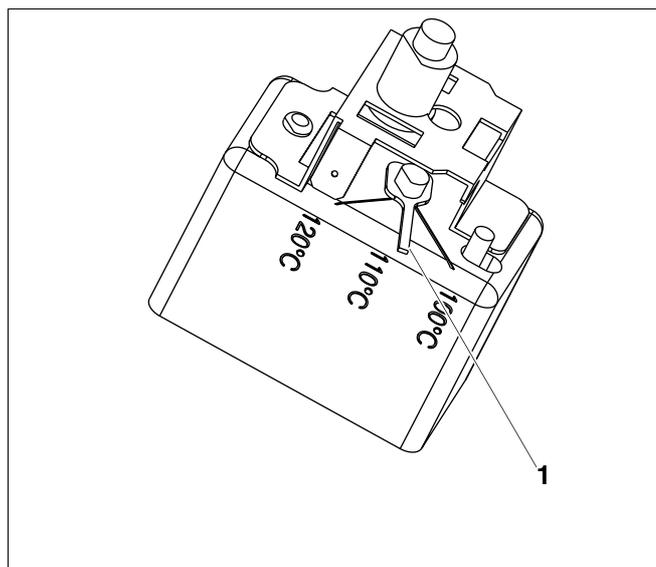

Fig. 4 Variante B
2.2.2 Fig. 4 Variante B
- Placer le levier de réglage (fig. 4, **pos. 1**) sur la température correspondante.